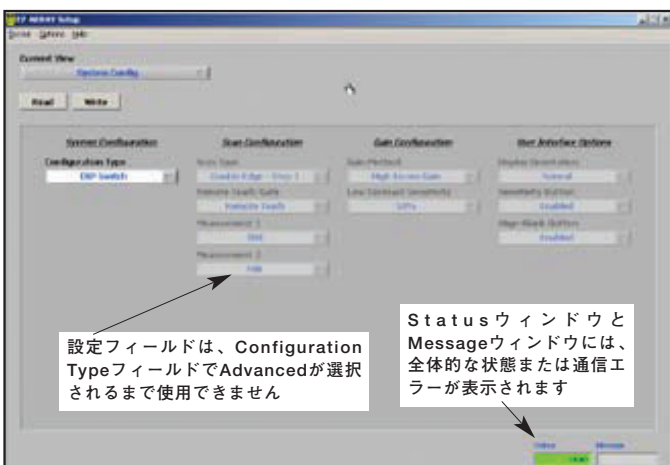

Fig. 5-10 セットアップビュー — DIPスイッチによる選択
Setupスクリーンの各ビュー (Fig. 5-10) の右下隅に、**Status**と**Message**という2つのウィンドウがあります。これらのウィンドウには、現在のシステム状態が表示されます (たとえば、Okay (OK)、Busy (ビジー)、Error (エラー))。通信エラーが発生すると、エラーの詳細を示すメッセージがMessageウィンドウに表示されます。